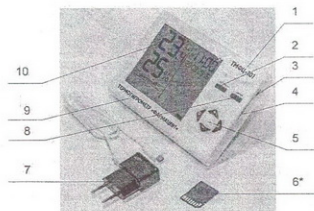

Рис. 1. Внешний вид термогигрометров ТМФЦ-101, ТМФЦ-102, ТМФЦ-103, ТМФЦ-104 (на примере ТМФЦ-101), вид спереди
2.3.1 Внешний вид термогигрометров ТМФЦ-101, ТМФЦ-102, ТМФЦ-103, ТМФЦ-104 спереди приведен на рис. 1